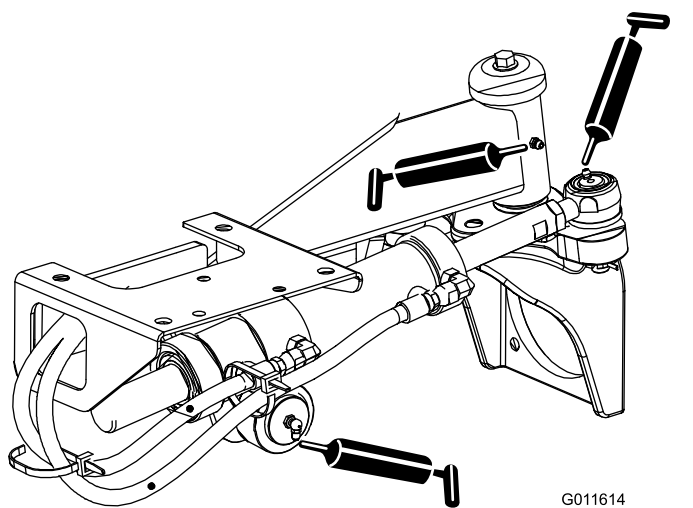

Рисунок 69
- Шаровые опоры гидроцилиндра рулевого управления (2 шт.) и задняя ось (1 шт.) — Рисунок 69